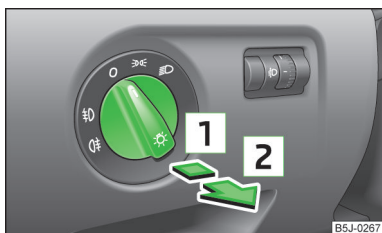

Fig. 26
- Rotiți comutatorul de lumini » fig. 26 mai întâi în poziția sau .
- Rotiți comutatorul de lumini » fig. 26 la pagina 47 mai întâi în poziția sau .